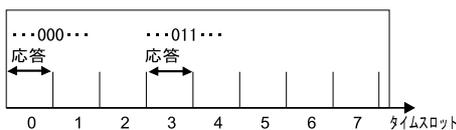

Fig.3 アンチコリジョンの仕組み (2) (出典：参考文献¹⁾より引用)
5. Fig.3 に示すように、RF タグは自らの ID の下位 4 から 6 ビットが示すタイムスロット内に応答を返す。